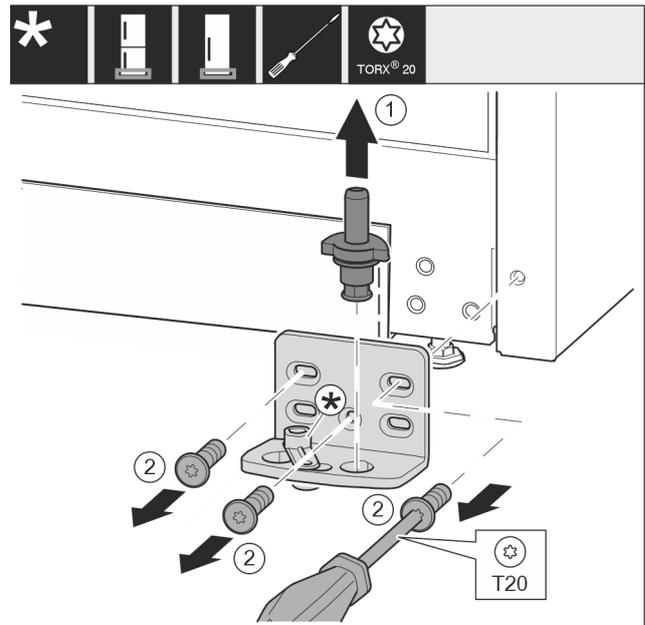

Fig. 16 \*
- ▶ Estrarre completamente verso l'alto i perni di supporto Fig. 16 (1).\*
- ▶ Svitare le viti Fig. 16 (2) con un cacciavite e rimuovere il blocco di supporto.\*